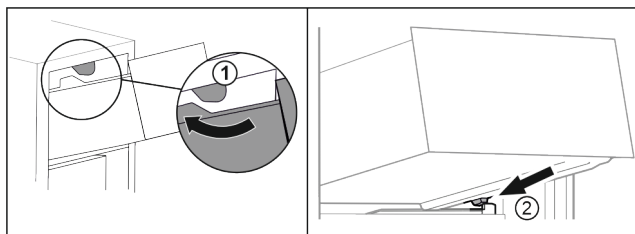

Fig. 72
- Lade om de bovenste stoppers leiden. Fig. 72 (1)
- Lade schuin achter de onderste stoppers op containerrib plaatsen. Fig. 72 (2)